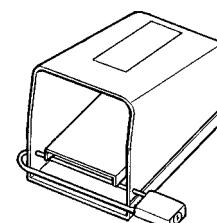

Figura 1 – Interruptor de Pie con pestillo
- Cuando no se use la máquina, póngale pestillo al interruptor de pie (*Figura 1*). Esto evita la puesta en marcha involuntaria de la máquina.